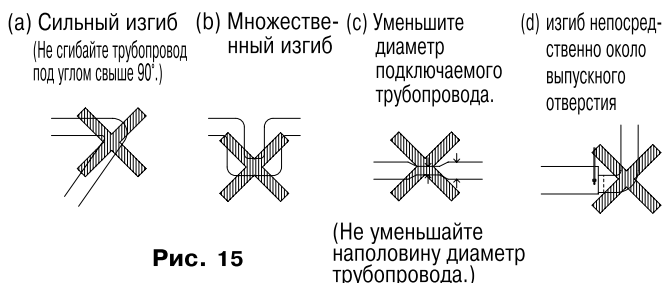

Рис. 15
- Не подсоединяйте трубопроводы так, как показано на Рис. 15.